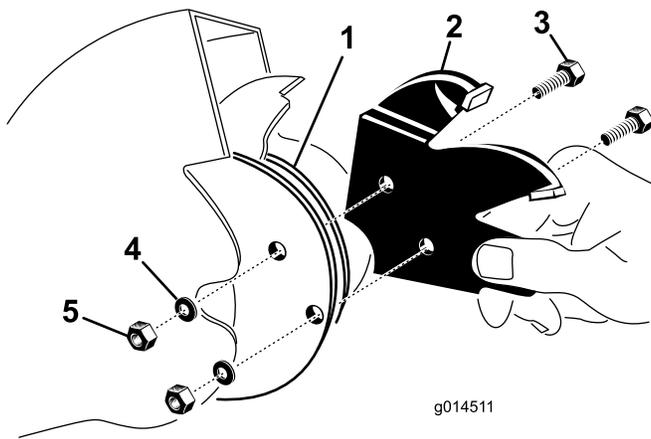

Figure 20
2. Retirez les deux boulons qui retiennent chaque section de la lame. Attention à ne pas faire tomber une section en la desserrant, car elle pourrait s'ébrécher (Figure 20).
4. Insérez la section entre les brides de montage de la lame (Figure 20) et fixez-les avec 2 boulons, rondelles de blocage et écrous.